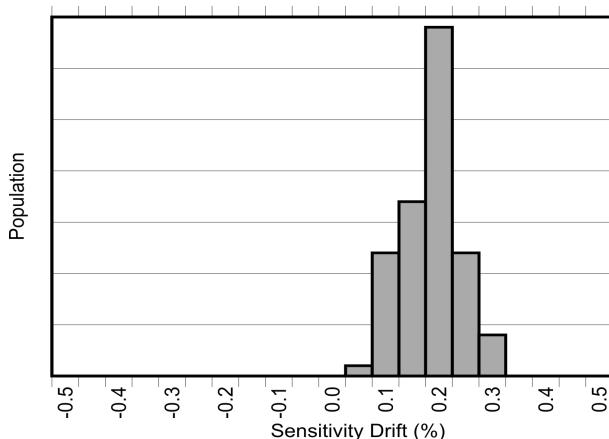
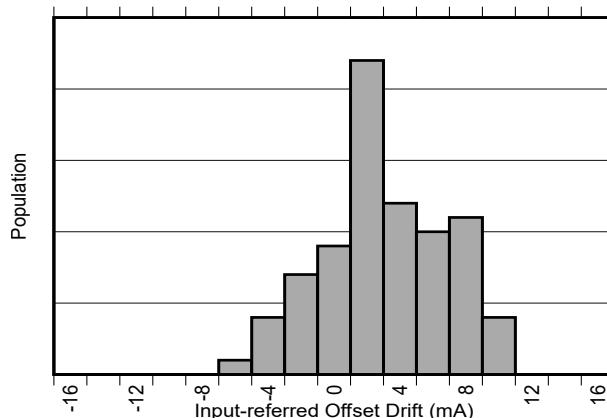

图 8-3. AEC-Q100 高温工作寿命应力测试后的灵敏度误差漂移
图 8-4. AEC-Q100 高温工作寿命应力测试后的以输入为基准的失调漂移
除了较大的热漂移之外，典型的磁性电流传感器由于在器件的寿命内老化，其灵敏度还会出现 2% 到 3% 的额外漂移。TMCS1133 中用于降低温度漂移的相同专有补偿技术也用于大大降低由于应力和环境条件（尤其是在较高的运行温度下）引起的老化而导致的寿命漂移。如 电气特性 所示，TMCS1133 具有行业出色的寿命灵敏度漂移，这是在标准三批 AEC-Q100 认证期间，在 130°C 和 85% 相对湿度 (RH) 下进行高加速应力测试 (HAST) 后实现的。在按照 AEC-Q100 认证规定进行 1000 小时、125°C 高温工作寿命应力测试后，还观察到 电气特性 中规定的界限内的低灵敏度和温漂。这些测试模拟了器件在使用寿命期间的典型运行情况，表明与典型的磁性电流传感器相比，由于老化导致的器件性能变化得到了极大的改善。图 8-3 和 图 8-4 展示了在进行 AEC-Q100 规定的 1000 小时、125°C 高温工作寿命应力测试后的灵敏度和失调电压漂移。器件的运行性能在器件的整个生命周期内存在差异。该测试模拟了典型的器件寿命，并表明器件与典型磁传感器相比可能会大幅提高性能。